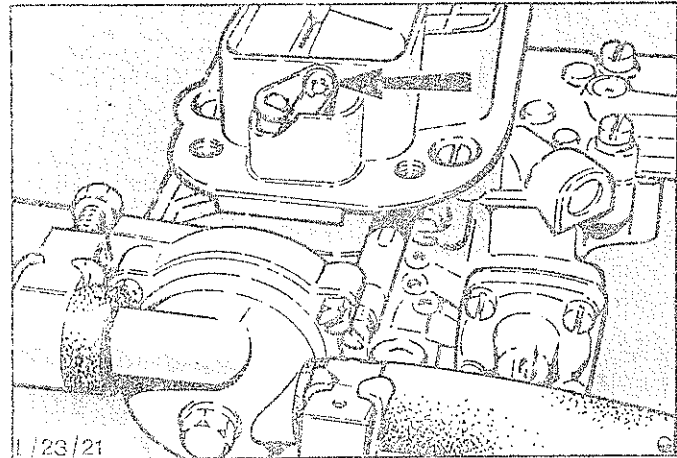

Abb.6 Einbaulage der Sicherung - Verbindungsstange bzw. Stange an Hebel der Starterklappenwelle (Weber-Vergaser für OHC-Motor gezeigt)
6. Sicherung vorsichtig mit einem Schraubendreher abdrücken und Starterklappen-Verbindungsstange bzw. Lasche vom Hebel der Starterklappenwelle aushängen, Abb.6.